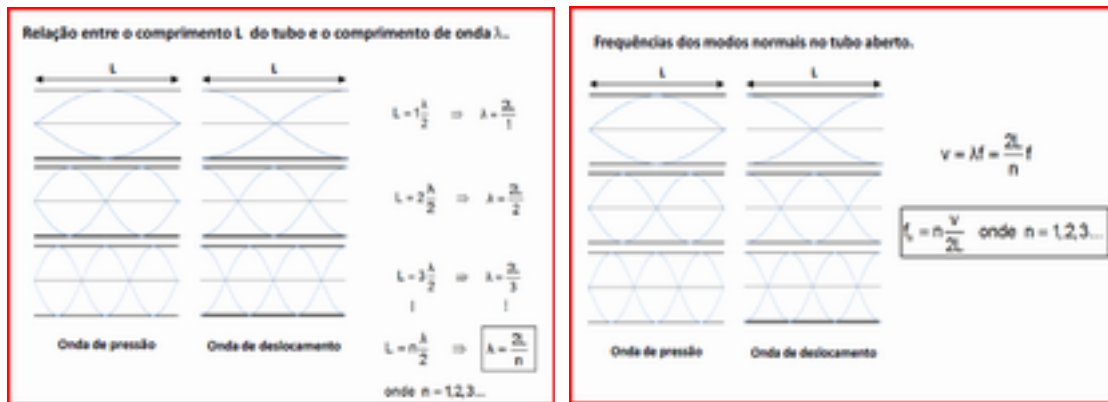

Figura 4 – Ondas estacionárias representadas para tubos sonoros abertos
A **figura 4** traduz a representação do som num tubo aberto, em função da variação da pressão e da posição das moléculas de ar ao longo do tubo. É também apresentado para cada um dos harmónicos de vibração (n), a relação do comprimento do tubo (L) em função do comprimento de onda (λ), bem como a relação da frequência de vibração (f) com o comprimento do tubo (L).